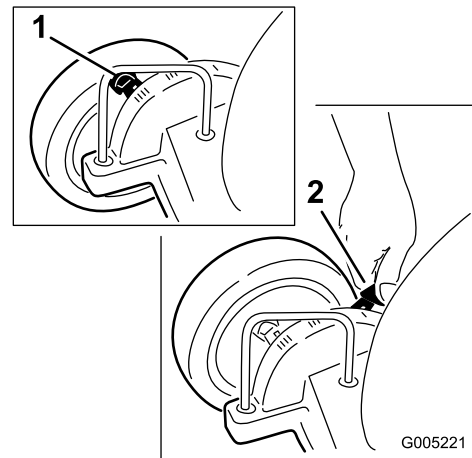

Figura 16
Ciascuna delle ruote anteriori viene regolata con una leva di regolazione dell'altezza della ruota (Figura 16). Le ruote posteriori vengono regolate insieme con una
1. Tirate ogni leva di regolazione dell'altezza delle ruote anteriori verso la ruota (Figura 16), e spostatela nella posizione opportuna.